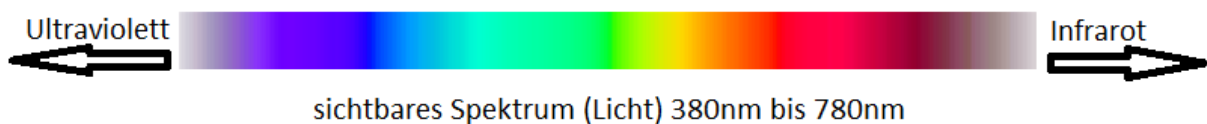

Abbildung 1.1: Kleine Übersicht des elektromagnetischen Spektrums
In der Physik spricht man bei Licht von Infrarot (IR)- und Ultraviolettstrahlung (UV). Beide Strahlenarten sind genau wie das sichtbare Licht für das Leben auf der Erde unentbehrlich. Wie in Abbildung 1.1 zu sehen, liegen der Infrarot- und der Ultraviolett-Bereich ober- und unterhalb der sichtbaren Strahlung, beide sind für den Menschen also nicht sichtbar.